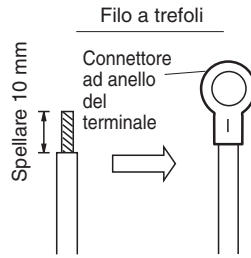
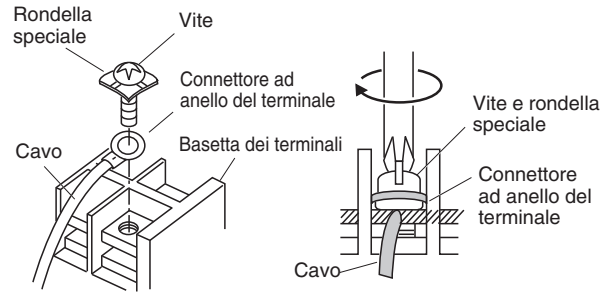

Fig. 4-7
Fig. 4-8
- (1) Asportare circa 10 mm di guaina isolante dall'estremità del cavo per esporne i fili, i quali andranno quindi attorcigliati. (Fig. 4-7)
- (2) Con un cacciavite a croce rimuovere la o le viti dalla basetta dei terminali.
- (3) Con una pinza o altro attrezzo adeguato fissare bene l'estremità spellata del cavo al connettore ad anello del terminale.
- (4) Applicare il connettore a occhiello al terminale corrispondente e serrare bene la vite. (Fig. 4-8)